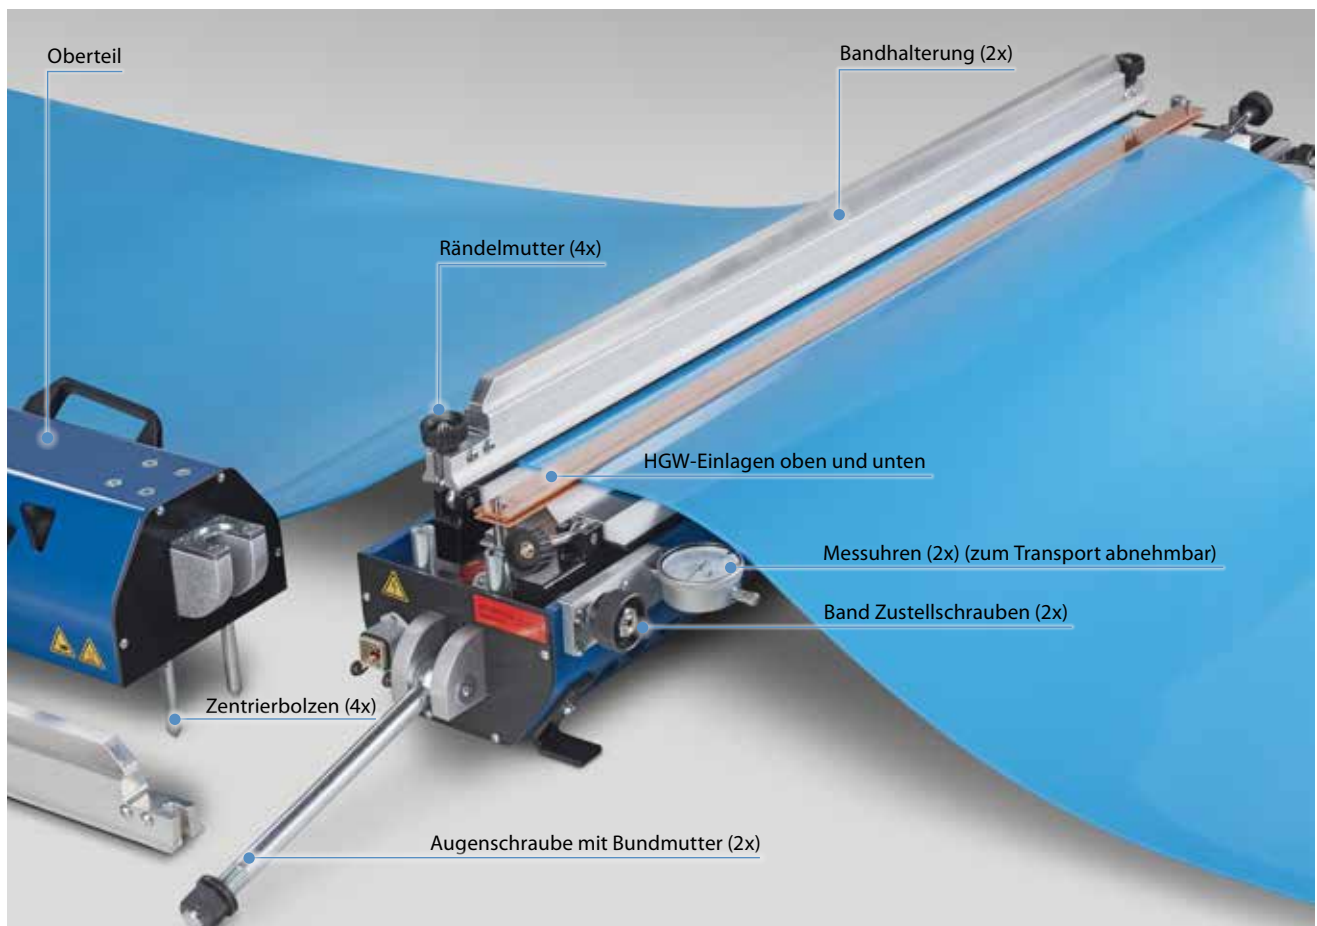

Abb. 2.1.3
- HGW-Einlage (Ausgleichsschienen aus Hartgewebe), (siehe Abb. 2.1.3)